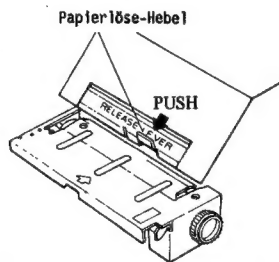

Fig. 3
4. Betätigen Sie die Bon - bzw.: die Journalvorschubtaste um den Papierrest aus dem eigentlichen Druckwerk zu entfernen (bei der ECR 375 kann auch der "Paper-Release"-Hebel verwendet werden; Abb. 3).